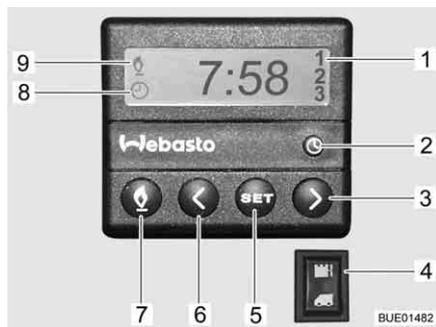

Fig. 136 Centralina di controllo (riscaldamento fisso)
- Premere il tasto (Fig. 136,7). Il funzionamento del riscaldamento viene indicato con il simbolo (Fig. 136,9). La ventola viene inserita solo quando la temperatura dell'acqua di raffreddamento è pari a 30 °C.
- Premere il tasto (Fig. 136,7). Il simbolo (Fig. 136,9) si spegne.
- Premere l'interruttore (Fig. 136,4) in alto. Il motore viene preriscaldato. La ventola viene inserita immediatamente.
- Premere l'interruttore (Fig. 136,4) in basso. Il motore rimane freddo.
- Premere il tasto (Fig. 136,2). L'impostazione dell'ora viene indicata con il simbolo (Fig. 136,8).
- Impostare l'ora con i tasti (Fig. 136,3 e 6).
- Premere il tasto (Fig. 136,5).
- Impostare l'orario di accensione con i tasti (Fig. 136,3 e 6) entro 10 secondi.
- Premere il tasto (Fig. 136,5) fino a che nel display (Fig. 136,1) non appare il numero di programmazione desiderato.